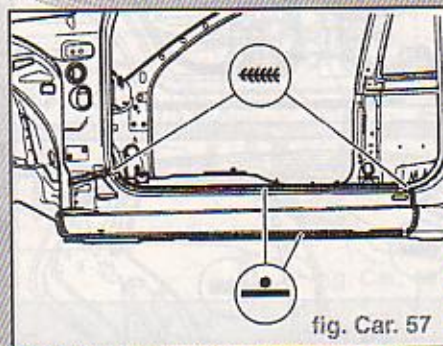

fig. Car. 57
- Souder le bas de caisse à la pointeuse électrique (fig. Car. 57)